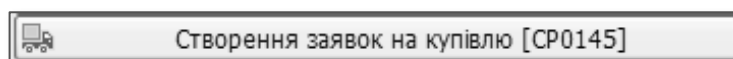

Рис. 2.1
2. Обираємо на головному екрані розділ «Створення заявок вручну» (Рис. 2.1).